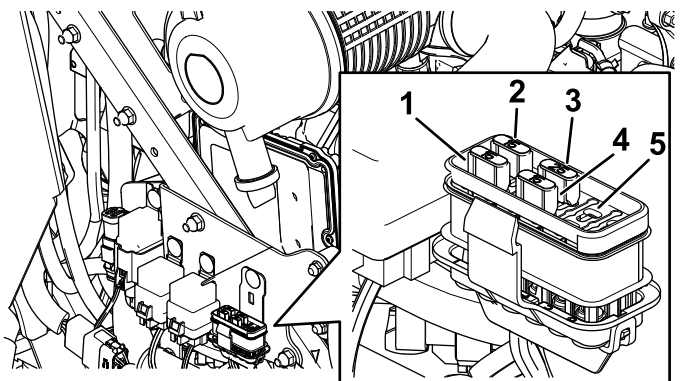

Figure 51
3. Remplacez le fusible (Figure 51).